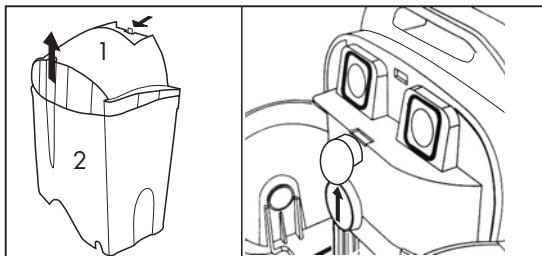

Abb. 12
- Den Schmutzwasserbehälter (2) und den Deckel (1) vom Gerät abnehmen. Abb. 12
- Die Abdeckung vom Blasstutzen abnehmen Abb. 12 bis
Abb. 12 bis